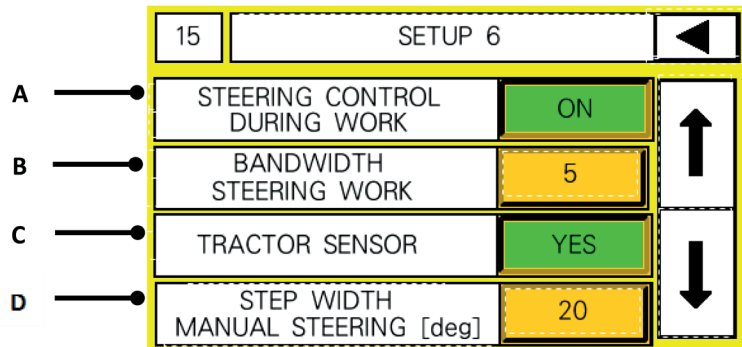

Fig. 13
A) En caso de que el parámetro **(D, Fig.13)** se configure en "OFF", indica durante cuánto tiempo (segundos) se ha "reducido" el peso de la máquina cada vez que el sistema entra en modo trabajo (WORK), o bien, se modifica el tanto por ciento de la reducción deseada. Si el parámetro **(B, Fig.13)** es distinto de cero, el peso de la máquina se reduce aún más con intervalos de tiempo regulares. El intervalo de tiempo en segundos es el valor configurado en **(B, Fig.13)**.
- D) Nel caso in cui il selettore (C, Fig.13) sia impostato su "ON" questo valore indica l'ampiezza degli step di regolazione manuale dello sterzo.